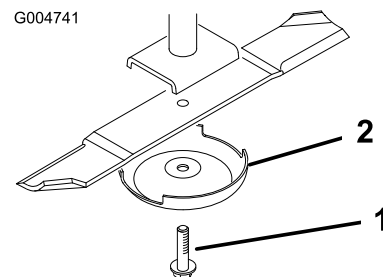

Bild 24
3. Entfernen Sie die Messerschraube, die Antiskalpierkuppe und das Messer von der Spindelwelle (Bild 24).